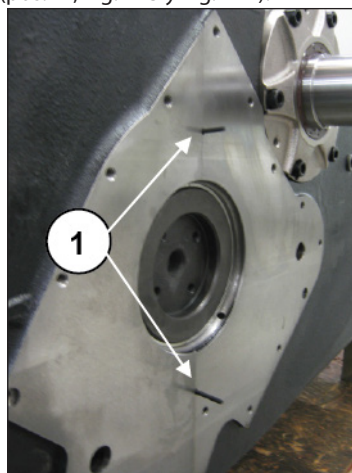
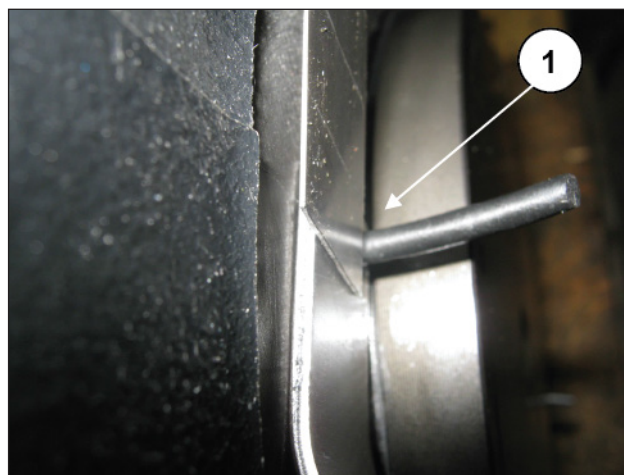

Fig. 113
Fig. 114
Utilizando un cúter y un calibre cortar la parte sobrante de las juntas tóricas que sobresalen de la línea de unión entre los cárteres delantero y trasero en correspondencia de la brida del eje acodado (pos. ①, Fig. 113 y Fig. 114).